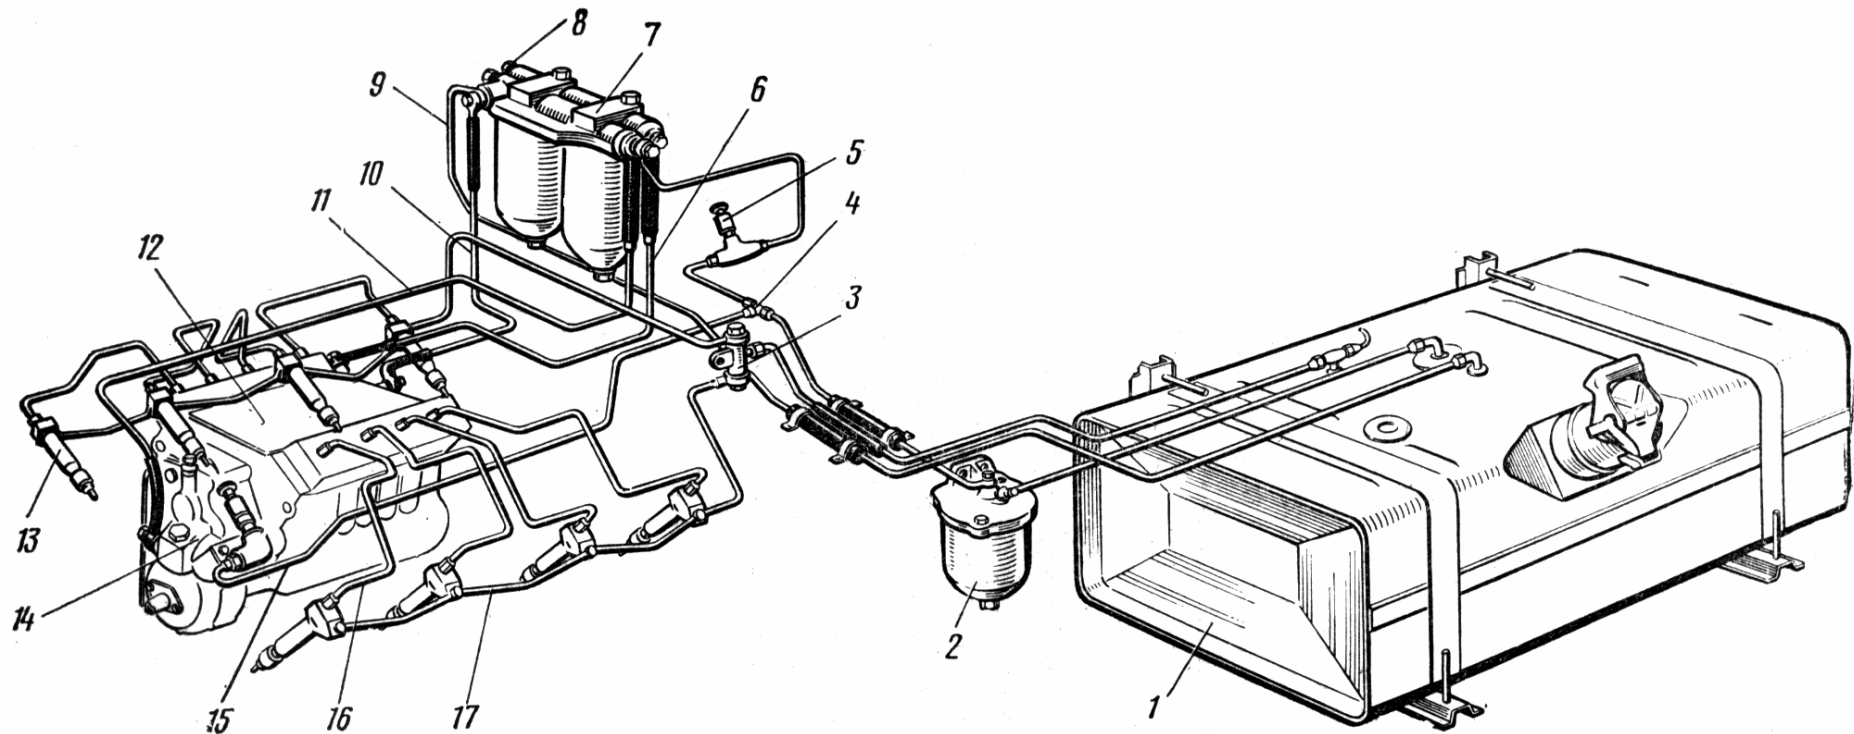

Рис. 4.31. Устройство системы питания:
2. Система питания (рис. 4.31) разделенного типа состоит из топливного насоса высокого давления с всережимным регулятором частоты вращения, автоматической муфтой опережения впрыска, с топливным насосом низкого давления и топливоподкачивающим насосом; форсунок; фильтров грубой и тонкой очистки; дополнительного топливоподкачивающего насоса, топливопроводов высокого и низкого давления; топливных баков.